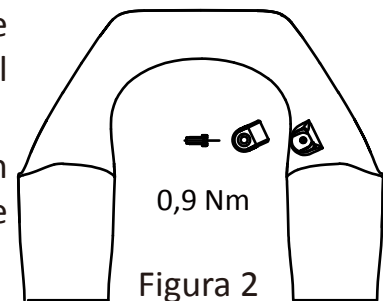

Figura 2
2. Fije el manguito del freno de disco en la horquilla con suspensión Giant Crest con el soporte suministrado, como se muestra en la figura 2.